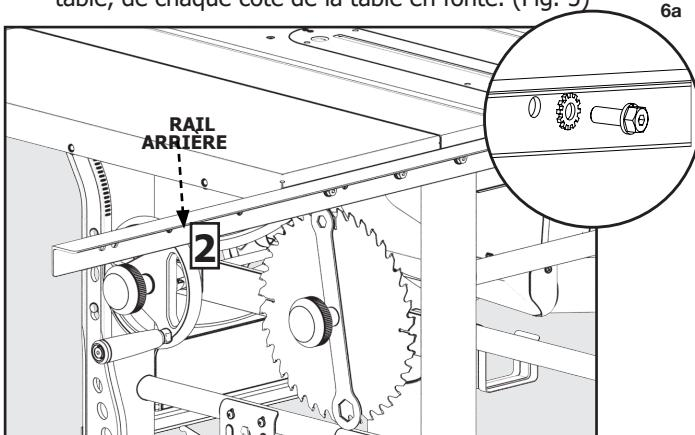

FIGURE 6
- Fixez le rail arrière (2) à l'arrière de la table à l'aide de deux vis à tête plate (5/16-18 x 7/8") avec rondelle à ressort et de deux écrous à bride hex. (5/16-18). (Fig. 6) Une rondelle de mise à la terre plate crantée ((5/16-18) doit être installée